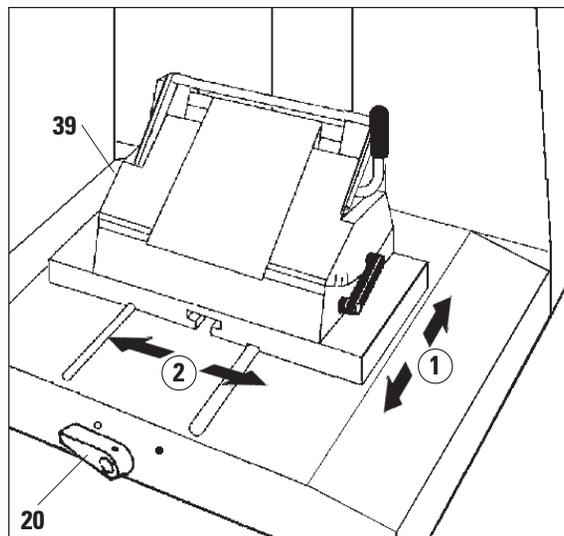

Fig. 26
- Vire a alavanca de fixação (20, Fig. 26) localizada na parte anterior da placa da base do microtomo em sentido anti-horário para soltar o mecanismo de sujeição.
- Fixe o mecanismo de sujeição virando a alavanca (20) em sentido horário.